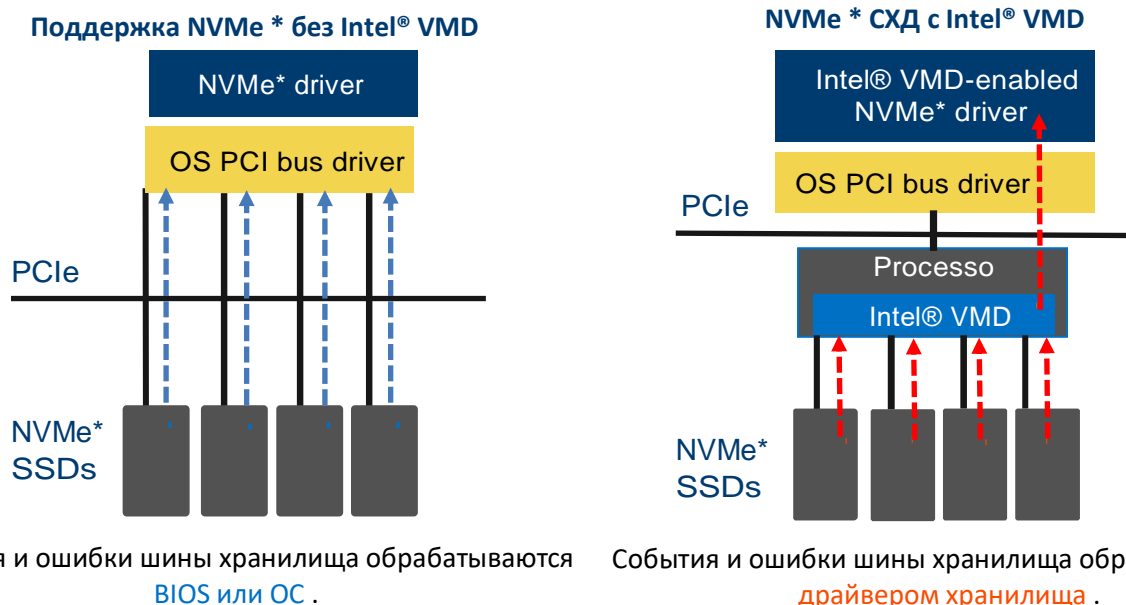

Рисунок 20. Устройство управления томами Intel® (Intel® VMD) для твердотельных накопителей NVMe *
- Intel® VMD управляет устройствами только на линиях PCIe * , маршрутизируемых непосредственно от процессора. Intel® VMD не может обеспечить управление устройствами на линиях PCI, маршрутизируемых от набора микросхем (PCH) (Рисунок 20).